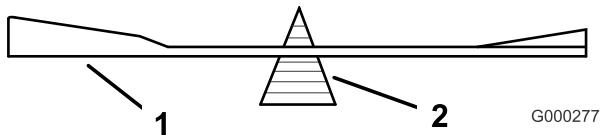
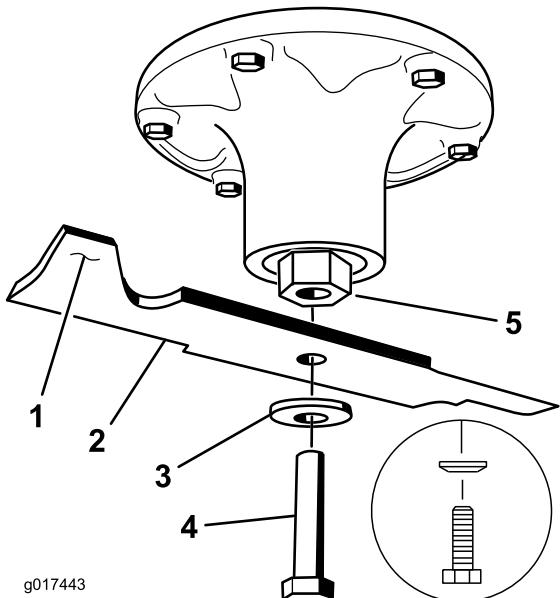

Figura 78
Figura 79
- Controllate l'equilibrio della lama posizionandola su un bilanciatore (Figura 78). Se la lama rimane in posizione orizzontale, è bilanciata e può essere utilizzata. Se la lama non è bilanciata, limitate del metallo soltanto dalla costa (Figura 79). Ripetete la procedura finché la lama non è perfettamente bilanciata.
- Montate la lama, il disco elastico e il bullone della lama. Il cono del disco elastico deve essere rivolto verso la testa del bullone (Figura 79). Serrate il bullone della lama a 115–149 Nm.